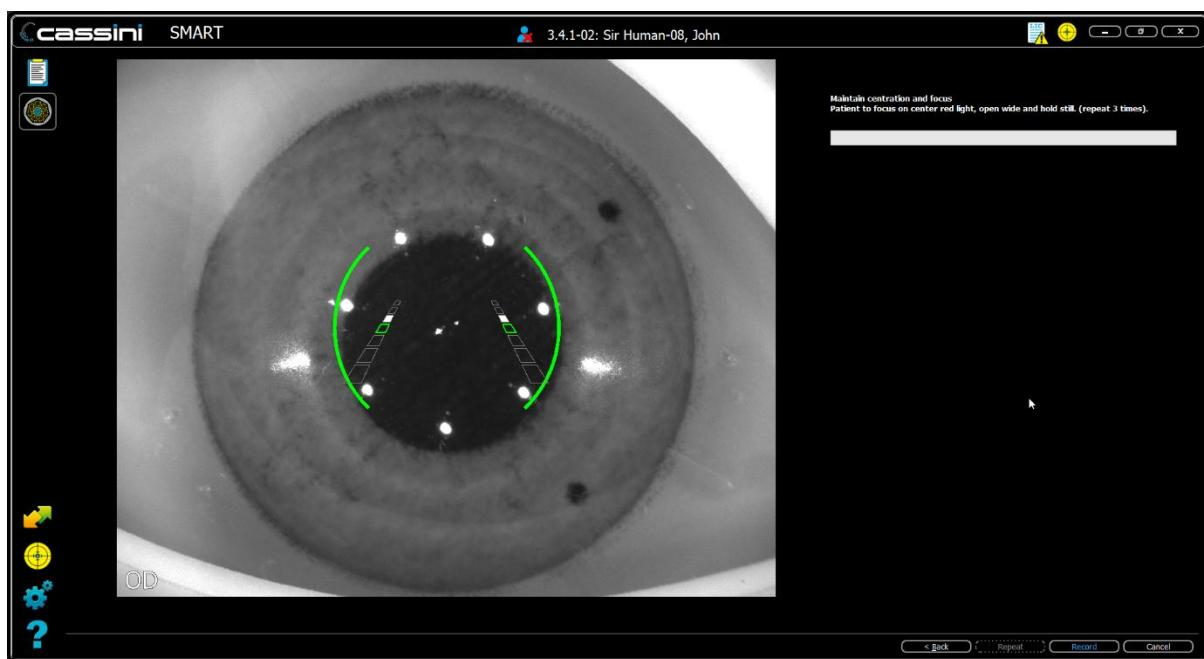

Figure 30 : Reflet des 7 LED infrarouges visible et non bloqué par le nez ou les sourcils. Les rails de mise au point doivent être verts
1. Alignez Cassini devant l'œil et demandez au patient de fixer la cible rouge. L'alignement est correct lorsqu'il correspond à la Figure 30.